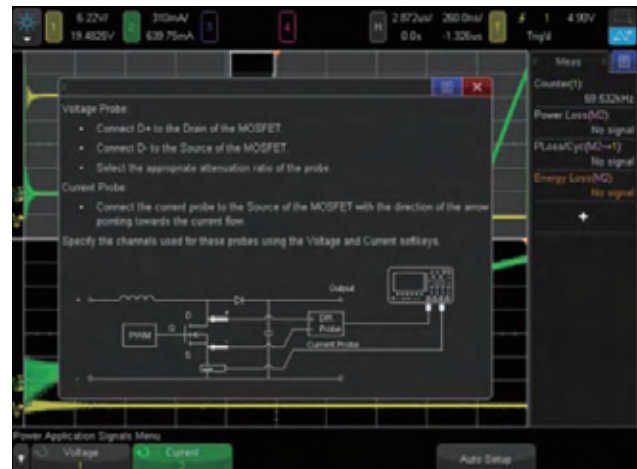

图 21: 斜率测量连接图。
4. 按下 **Signals** 功能键, 然后使用示波器通道 1 输入的 N2790A 电压探头连接漏极 / 集电极 (红色引线) 与开关晶体管的源极 / 发射机 (黑色引线), 如图 21 连接图所示。如果使用 Agilent SMPS 培训套件, 将探头连接至 **TP3** (红色引线) 和 **TP4** (黑色引线)。